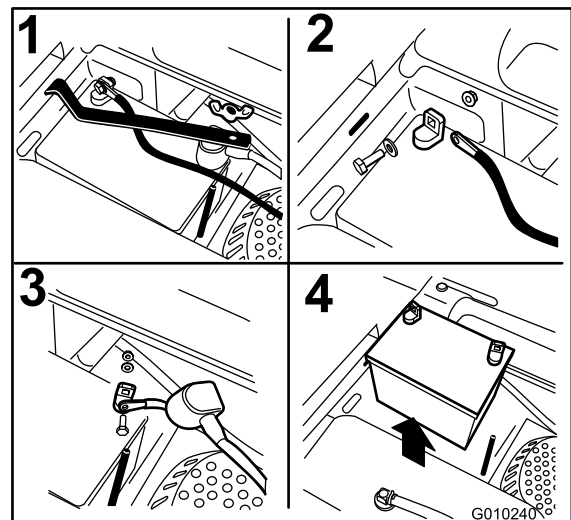

Figura 53
3. Retire la tuerca de orejeta que sujeta la abrazadera de la batería (Figura 53).
4. Retire la abrazadera (Figura 53).
5. Primero desconecte el cable negativo (negro) del borne negativo (-) (negro) de la batería (Figura 53).
6. Retire la cubierta de goma roja del borne positivo (rojo) de la batería y retire el cable positivo (+) (rojo) (Figura 53).
1. Coloque la batería en la bandeja con los bornes en el lado opuesto al depósito de combustible (Figura 53).
4. Fije los cables con 2 pernos, 2 arandelas, y 2 contratueras (Figura 53).
6. Instale la abrazadera y sujétela con la tuerca de orejeta (Figura 53).